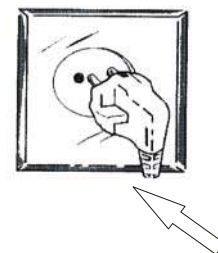

Рис. 16.1.
1.1. Электропитание котла осуществляется включением электровилки котла в розетку электросети 220V / 50Hz. (Рис. 16.1.)